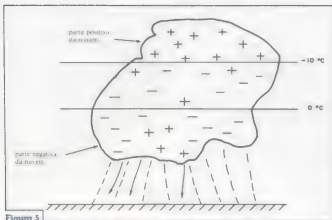

Figura 5
Ligue o voltímetro aos terminais do capacitor (para isso, você pode usar garras jacaré), respeitando as polaridades. Se estiver sozinho, coloque o voltímetro de maneira a ser facilmente visto por você, segure o cronômetro com a mão esquerda, deixe uma caneta e um papel com a tabela da figura 5 ao seu alcance. Em seguida, mude a chave para a posição 1 e acione o cronômetro. Quando passar um segundo, olhe para o multímetro, leia a tensão e escreva o mais rápido possível o
Transfira os valores da tabela da figura 5 para o gráfico da figura 6 e trace a curva. Calcule a constante de tempo e quanto representa 63,2% da tensão de alimentação. Veja-se confere com o que foi medido, extraíndo este valor do gráfico, e levando em consideração a precisão dos instrumentos que você usou (se você, por exemplo, usou um relógio com ponteiro de segundos, apenas, a precisão máxima é de 0,5 segundos, ou seja, metade da menor divisão).
O procedimento é semelhante ao da experiência 1, só que agora você vai mudar a chave da posição 2 para a posição 1 e marcar os resultados na coluna da descarga, na tabela da figura 5.
- Faça um gráfico único para esses circuitos e conveniente aumentar a escala dos tempos, para observação mais detalhada do tempo de leitura — ao invés de ler o voltímetro por 5 segundos, faça-o por 10 ou 20 segundos, aumentando, evidentemente, a tabela da figura 5).
Porém, não respondemos o principal até agora; como se formam os aglomerados de carga elétrica que suprirão a Terra de cargas negativas? A figura 5 ilustra a distribuição de cargas de uma nuvem numa tempestade elétrica.
Pela figura 5 percebemos que uma nuvem tem as características de um dipolo elétrico (cargas positivas na parte superior e negativas na parte inferior). É possível medir o campo produzido por esse dipolo. Quando há um raio, o campo elétrico produzido pela nuvem cai violentamente mas restaura-se em aproximadamente cinco segundos. Isso significa que uma nuvem que tenha descarregado um raio sobre a Terra está apta a produzir outro raio em cinco segundos. Como isso ocorre? É ainda, por que existe a distribuição de cargas elétricas da figura 5 numa nuvem? Estas e outras questões serão respondidas no próximo número desta revista; não percam!